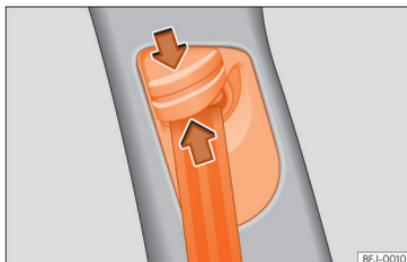

Fig. 14 Junto aos bancos dianteiros: regulador da altura do cinto.
- Mantenha pressionado o dispositivo-guia no sentido da seta » **Fig. 14**.